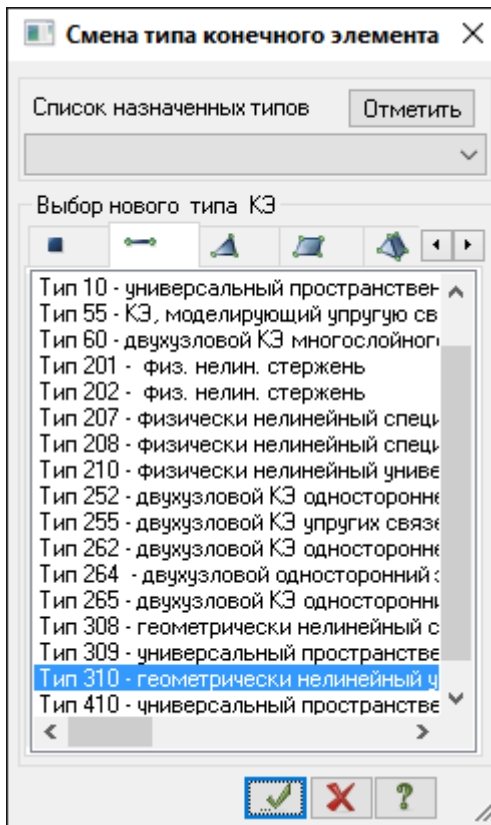

Рис.8.8. Диалоговое окно **Смена типа конечного элемента**
- Щелчком по кнопке  – **Смена типа КЭ** (панель **Схема** на вкладке **Расширенное редактирование**) вызовите диалоговое окно **Смена типа конечного элемента** (рис.8.8).